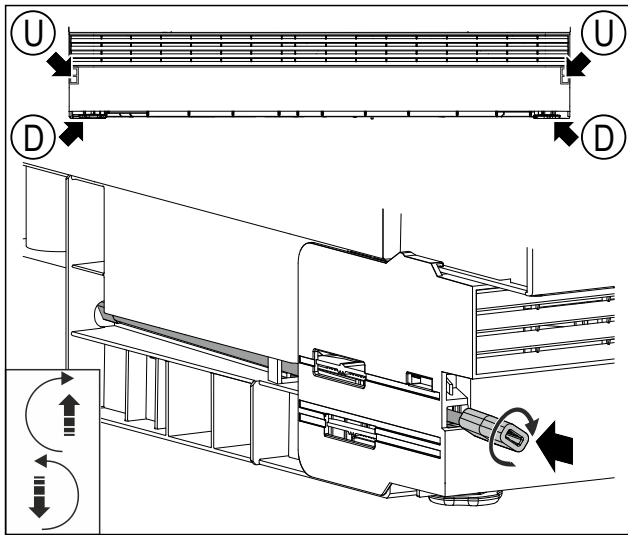

Fig. 44 Reprezentare exemplificatoare
- ▶ Introduceți bara cu piesa adaptoare în deschizătura Fig. 44 (U).